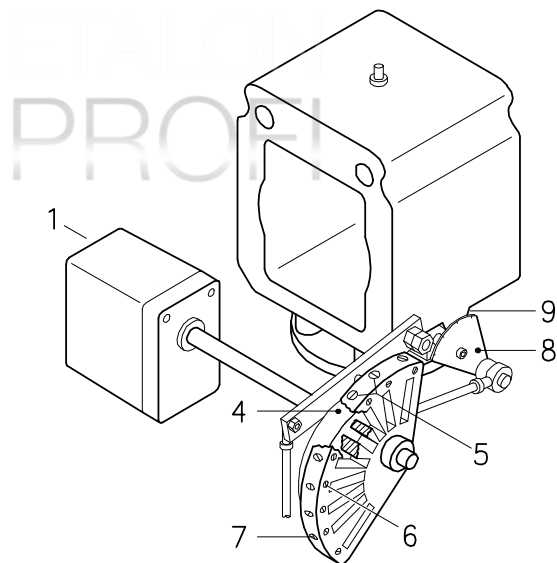

рис. 31
Постепенно отрегулируйте торцевой профиль кулачка 4) (рис. 31), поворачивая винты 7).
Расшифровка (рис. 31)
Плавно отрегулируйте начальный профиль кулачка 4) Рис. 31 на стр. 26, поворачивая винты 5).
- снимите кулачок 4) рис. 31 на стр. 26 с серводвигателя, нажав (и переместив вправо) кнопку разблокировки серводвигателя;
- Как только будет достигнута оптимальная регулировка, закрепите ее винтами 6) Рис. 31 на стр. 26.